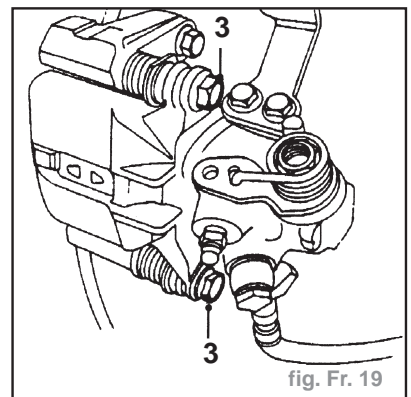

fig. Fr. 19
- Enlever 2 boulons (3) d'axe de guidage maintenant l'étrier sur le support (fig. Fr. 19).